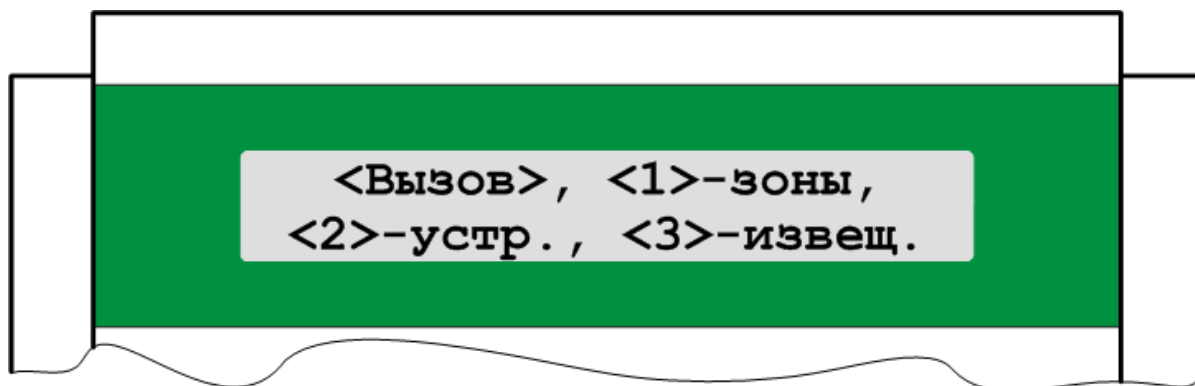

Рисунок 5 – Меню службы охраны
- 3) Предъявить пропуск «Служба охраны». На индикаторной панели включится подсветка, появится надпись «СОТРУДНИК СЛУЖБЫ ОХРАНЫ» и появится меню службы охраны (рисунок 5).
- 1) Предъявить пропуск «Служба охраны». На индикаторной панели включится подсветка, появится надпись «СОТРУДНИК СЛУЖБЫ ОХРАНЫ» и появится меню службы охраны (рисунок 5).
- 1) Предъявить пропуск «Служба охраны». На индикаторной панели включится подсветка, появится надпись **«СОТРУДНИК СЛУЖБЫ ОХРАНЫ»** и появится меню службы охраны (рисунок 5).